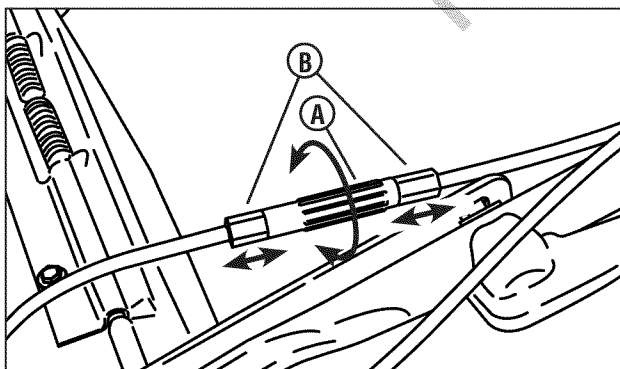

Figure 17 : Réglage du câble d'entraînement
- Si la transmission ne s'embraye pas, tourner le tendeur (**A, Figure 17**) un demi tour pour déplacer les bagues d'extrémité (**B**) hors du tendeur. Vérifier et répéter au besoin.